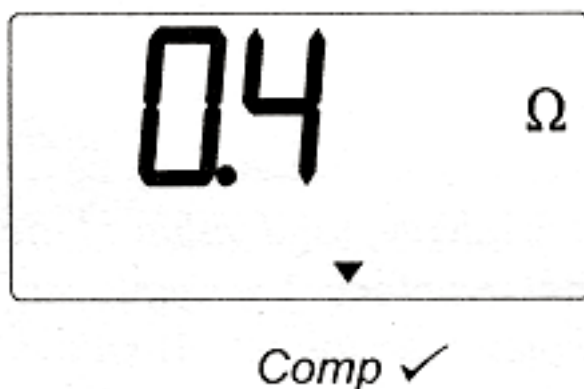

Рисунок. 9. Пример результата испытания на целостность цепи, испытательные провода скомпенсированы
- На экране отображается результат измерения (Целостность цепи), смотрите рисунок 9 ниже.